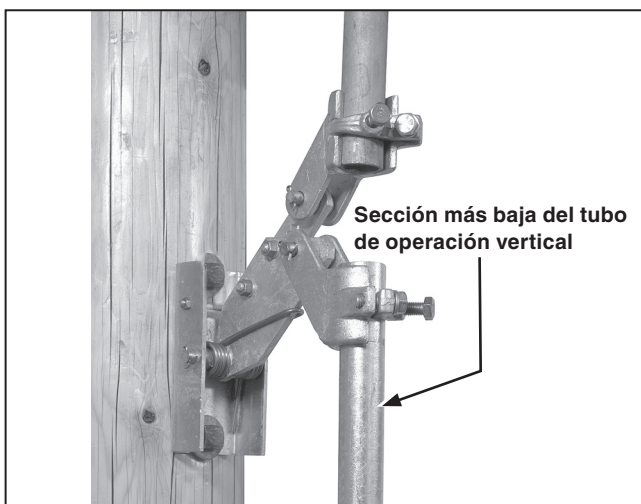

Figura 18. Instalando la sección más baja del tubo de operación en la guía de la varilla.
**PASO 29.** Inserte el extremo superior de esta sección del tubo vertical en el cople más bajo de la guía de la varilla y, mientras sujeta la palanca de operación a aproximadamente 20 grados de la posición **Cerrado**, apriete el tornillo de abrazadera de la guía de la varilla. Ver Figura 18.